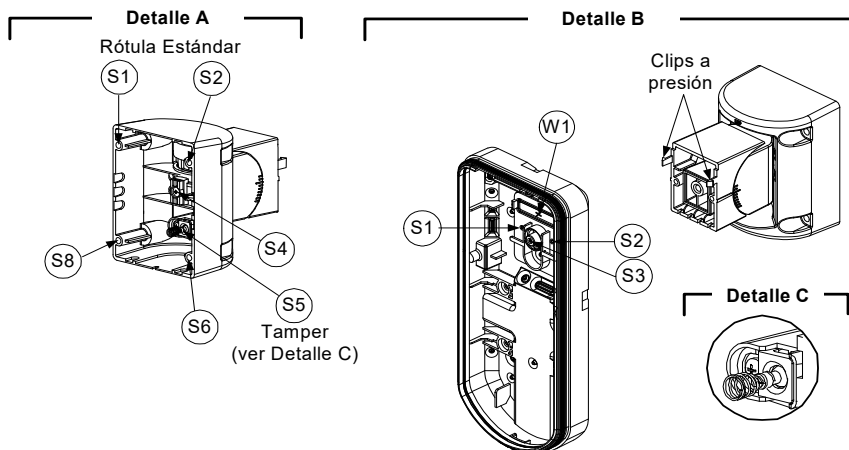

Figura 8
3. Desmontar el tamber posterior de la base interna (ver apartado "Cambiando la Posición del Tamber Posterior") y colocarlo en la Rótula Estándar en S5 (Figura 8, Detalle A).
1. Insertar los cables del tamber posterior a través del conducto para los cables de la Rótula (Figura 8, Detalle B).
2. Fijar la rótula a la pared mediante los agujeros S1, S3, S6 y S8 (Figura 8, Detalle A).